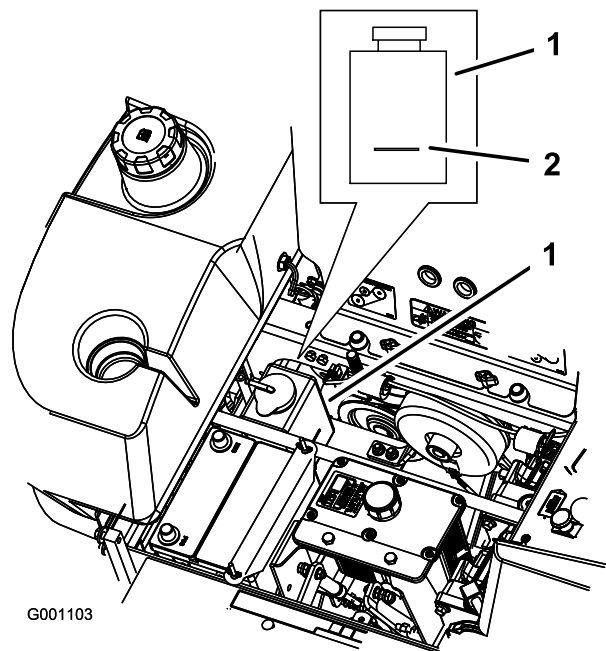

Figura 78
3. Com o motor frio, verifique o nível do vaso de expansão. O fluido tem de estar até à indicação no exterior do vaso de expansão (Figura 78).
4. Se o nível do líquido de arrefecimento for baixo, adicione uma mistura 50/50 de anticongelante de maior duração/Dex-Cool® e água no vaso de expansão (Figura 78).
5. Adicione a mistura de líquido de arrefecimento 50/50 no vaso de expansão e encha até à linha indicadora no depósito (Figura 78).